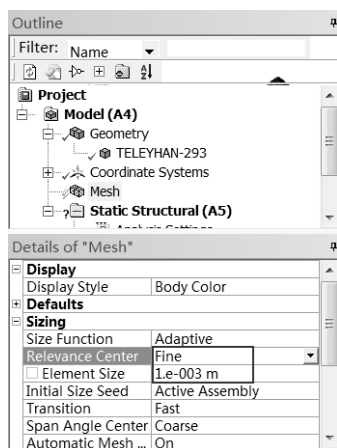

图 5-99 生成网格
Step1 :选择 Mechanical 界面左侧 Outline(分析树)中的 Mesh 选项 ,此时可在 Details of “Mesh”(参数列表)中修改网格参数 ,如图 5-99 所示 ,在 Sizing 下的 Relevance Center 中选择 Fine 选项 ,在 Element Size 中输入 $1.e-003m$,其余采用默认设置。